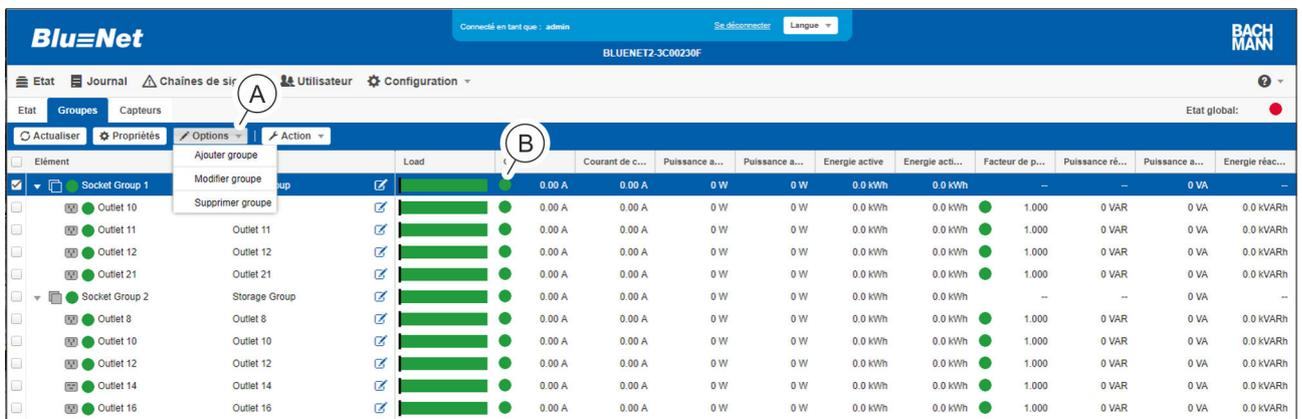

Fig. 111 : Menu « État » – Onglet « Groupes »
3. ➔ Pour créer un nouveau groupe de prises, sélectionner « Options ➔ Ajouter des groupes » (Fig. 111 /A).
Pour modifier un groupe existant, sélectionner le groupe souhaité (Fig. 111 /B) et sélectionner le menu « Options ➔ Modifier groupe » (Fig. 111 /A).
Pour supprimer un groupe de prises, sélectionner le groupe de prises souhaité (Fig. 111 /B) et sélectionner le menu « Options → Supprimer groupe » (Fig. 111 /A). Une boîte de dialogue apparaît alors et comporte une question qui doit être confirmée.